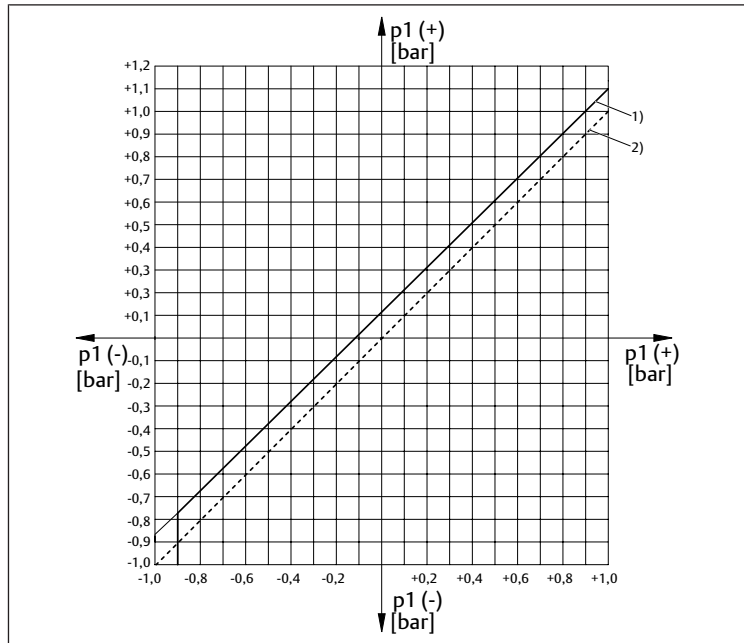

Рис. 8: Характеристическая кривая дифференциального давления включения (-0,9 – 1 бар)
- От -0,9 бар до 1 бар (см. → Рис. 8)